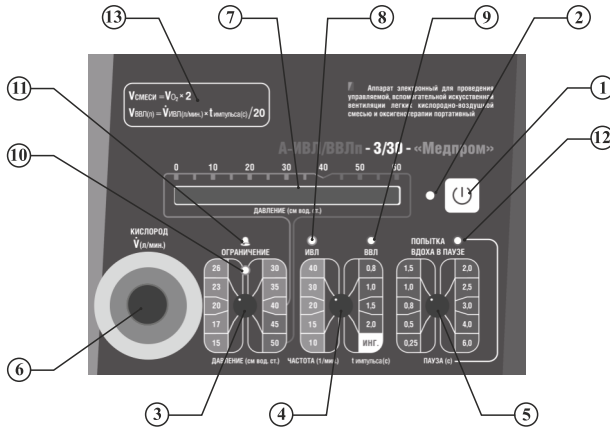

Рис. 4
4.8. На лицевой панели аппарата (рис.4) расположены: